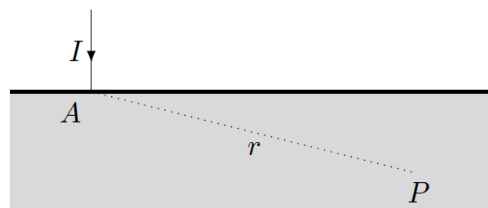

Figure 13
**Q 40.** Considérons seulement l'électrode placée en  $A$  (figure 13). On note  $\vec{j}(r)$  le vecteur densité volumique de courant au point  $P$ . La terre est considérée comme homogène. Quelle est la forme des lignes de courant dans la terre ? Donner l'expression de  $\vec{j}(r)$  en fonction notamment de l'intensité du courant  $I$  et de  $r$ .